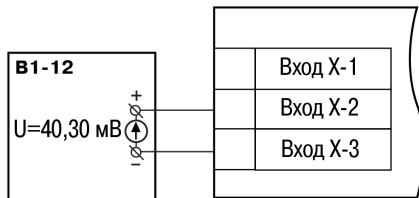

Рисунок 8.3
1. Подключить к прибору источник постоянного напряжения классом точности не ниже 0,05 (например, прибор для поверки вольтметров В1-12), соблюдая полярность (рисунок 8.3).